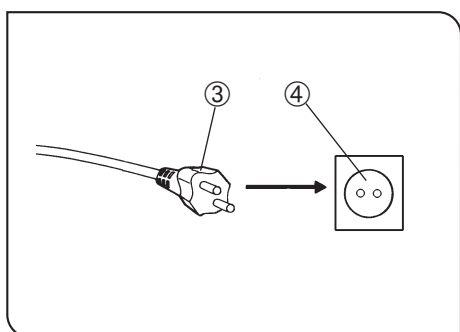

Рис. 55
2. Вставьте штекер шнура питания ③ в стенную розетку ④ (рис. 55).